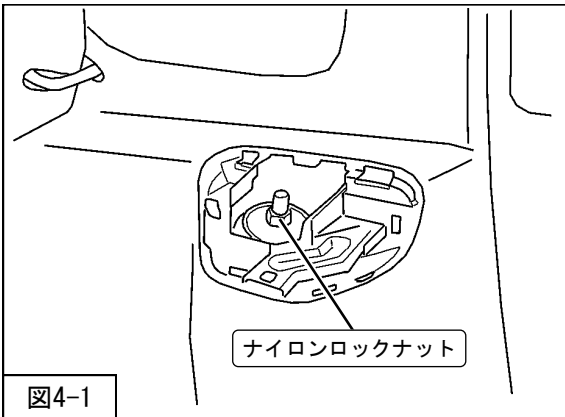

図4-1
2. ナイロンロックナット（締付トルク：29N・m）を使用して、リアショックアブソーバASSY（同梱品）を車両に取付けてください。（図4-1）